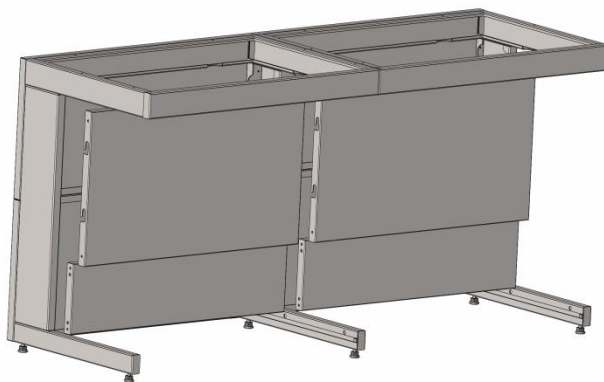

Рис. 5
4. Стянуть боковины панелью СЛ-Д при помощи Болт М8х16 DIN 933, Шайба М8 DIN 125. Вкрутить в верхнюю часть боковин Болты М8х14 DIN 912 мм и повесить на них съёмную панель (Рис. 5)